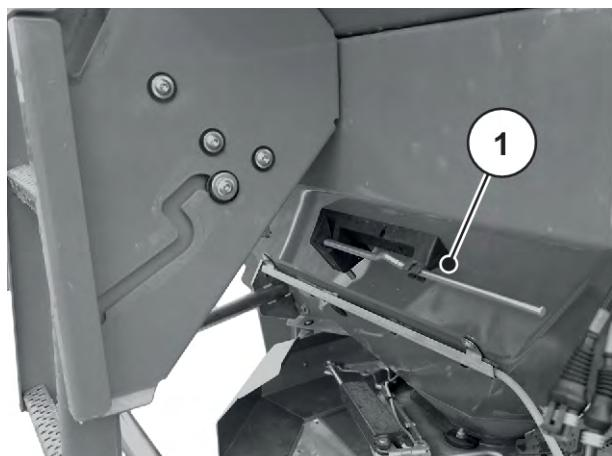

図 26: 調整レバー AXIS xx.2 の位置
- ▶ 調整レバーを再び所定のブラケットにかけます。参照: 図 26 調整レバー AXIS xx.2 の位置